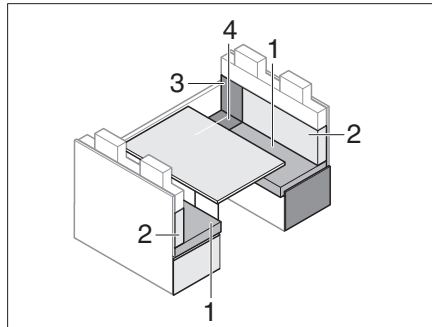

Fig. 195 Avant la transformation
- Enlever le coussin de dossier (Fig. 195,2) et le mettre de côté.